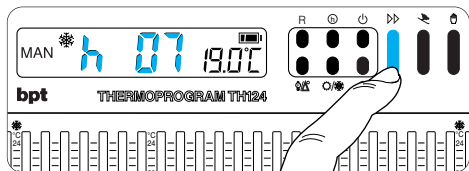

Fig. 28
**9.3** - Premere il pulsante ▶▶ (fig. 28) sino a che, non si raggiunga il numero di ore desiderato da 1 a 99.